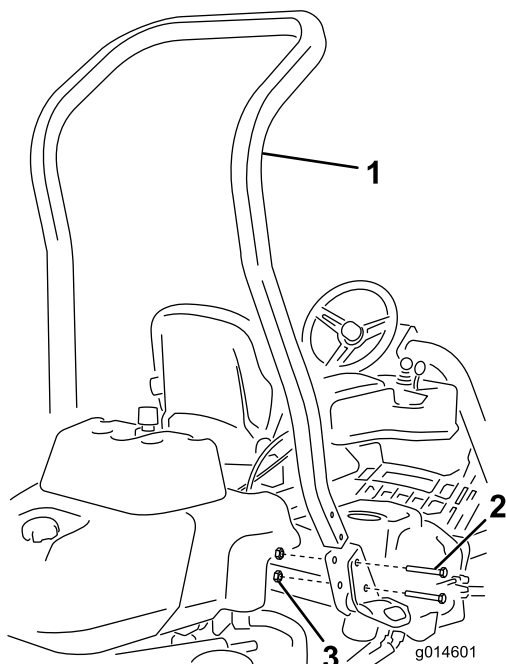

Figura 3
3. Instale a barra nas bolsas de cada lado da máquina, utilizando 4 parafusos (1/2 pol. x 3/4") e quatro porcas flangeadas (1/2 pol.) (Figura 3).